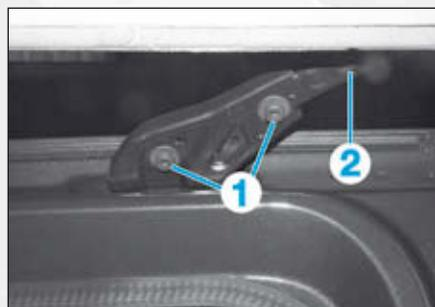

FIG.80
- les vis (1) (Fig.80),
- le chariot supérieur (2).